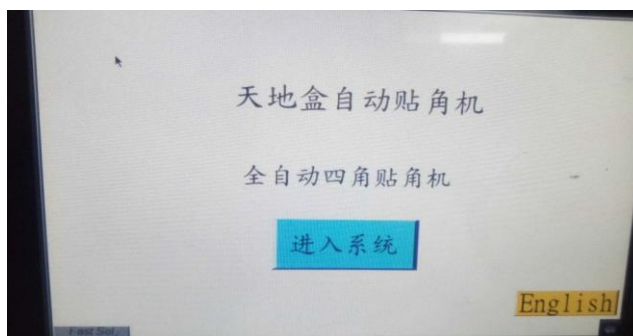

Рис. 1
4.3.1. Нажмите на кнопку "Reset" в верхнем левом углу (Рис. 1) а затем на кнопку "Menu" (Рис. 2):